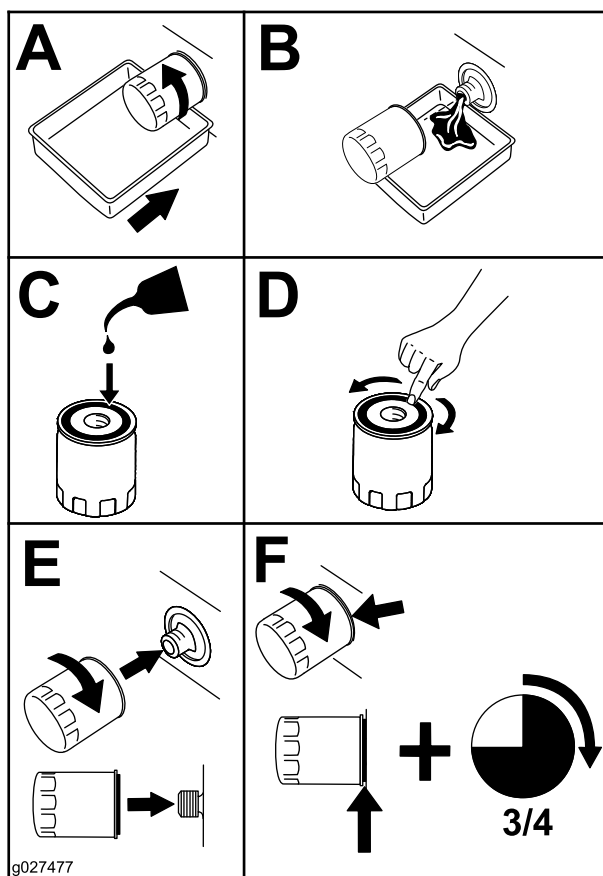

Figura 39
4. Sustituya el filtro de aceite (Figura 39).